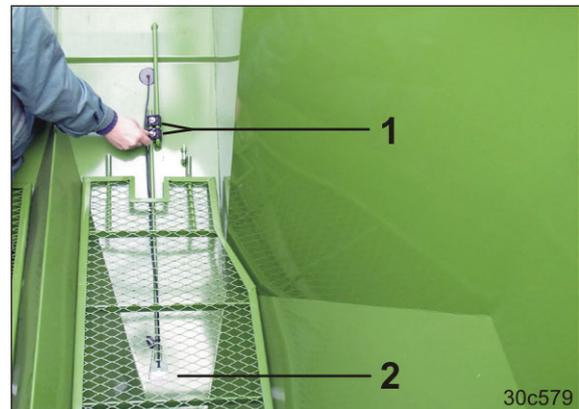

Fig. 188
3. Die Flügelmuttern (Fig. 188/1) lösen.
4. Die Höhenlage des Füllstandssensors (Fig. 188/2) einstellen.